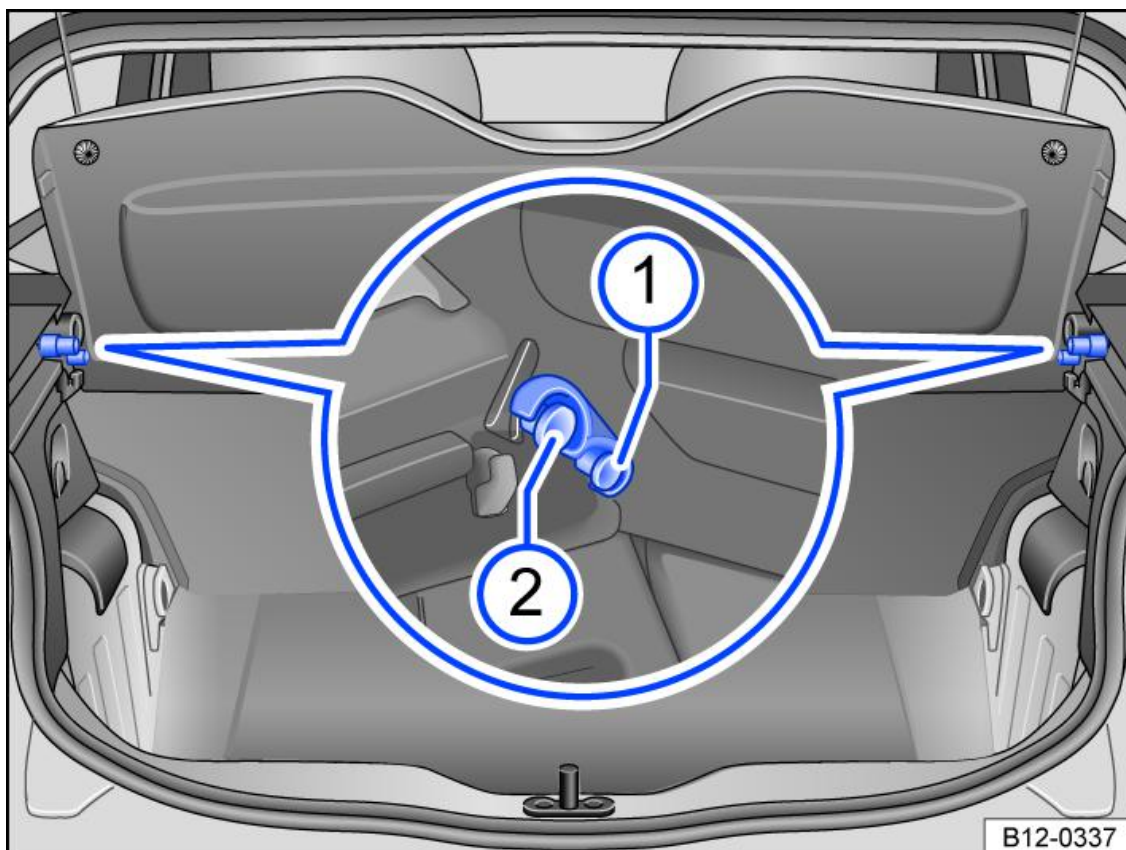

Fig. 1 Sollevamento della copertura del bagagliaio
1. Sollevare la copertura del bagagliaio e spingerla nei supporti laterali → *fig. 1* (1). Assicurarsi che la copertura sia fissata correttamente.
2. Per *abbassare*, spingere la copertura del vano bagagli leggermente verso il basso. Così facendo, si stacca dal supporto → *fig. 1* (1).